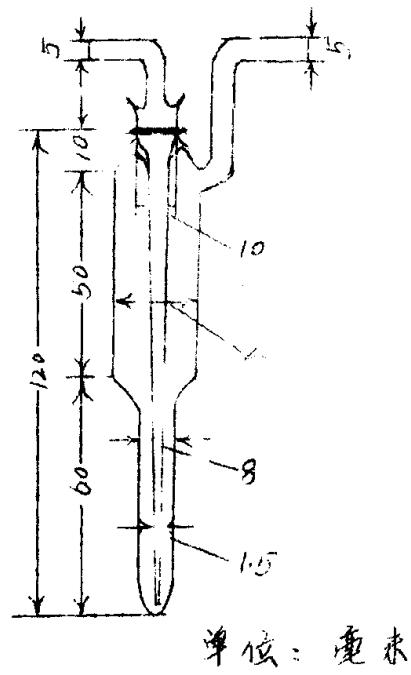

图2. 小型气泡吸收管
2. 小型气泡吸收管，与大型结构相同，但体积较小，小型气泡吸收管可盛2—3毫升吸收液，采样速度为0.1—1升/分（见图2）